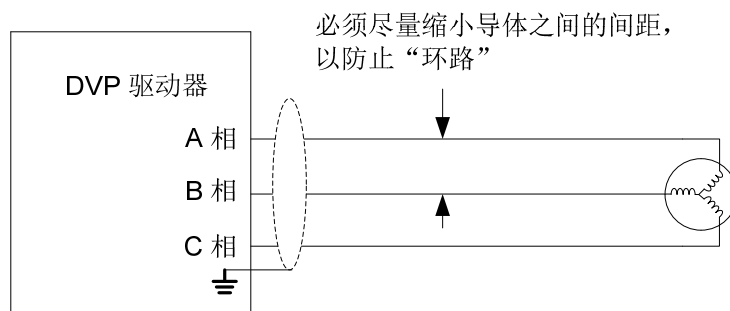

图 3-5. 防止“环路”
- 如果需要使用单独的电缆，则必须尽量缩小导体之间的距离，以减少上述环路（如图 3-5 所示）。